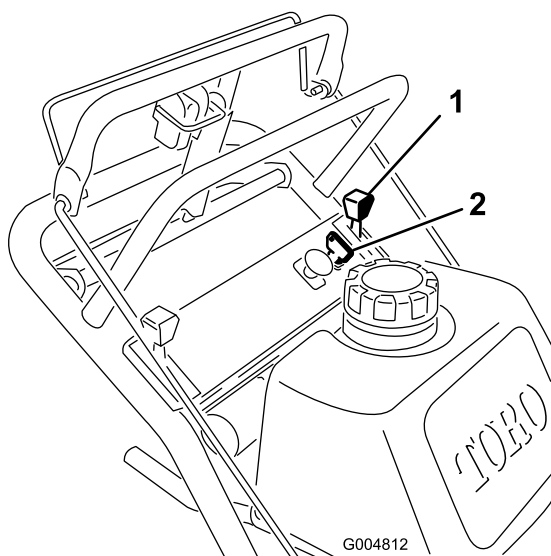

Figure 8
1. Placez la commande d'accélérateur à la position bas régime (Figure 8).
3. Tournez la clé de contact à la position Arrêt (Figure 8).